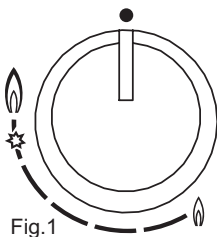

Fig.1
Tourner dans le sens inverse des aiguilles d'une montre le bouton correspondant jusqu'à la position de maximum (grande flamme, fig.1) et appuyer sur le bouton.
en positionnant le bouton sur le point d'allumage (grande flamme, fig.1).
- Contrôler toujours que les boutons sont sur la position "ferme" (voir fig.1) quand l'appareil ne fonctionne pas.
- Si la flamme s'éteint accidentellement, après quelques secondes, la soupape de sécurité interrompt automatiquement l'arrivée du gaz. Pour rétablir le fonctionnement, reporter le bouton au point d'allumage (grande flamme, fig.1) et appuyer sur le bouton.